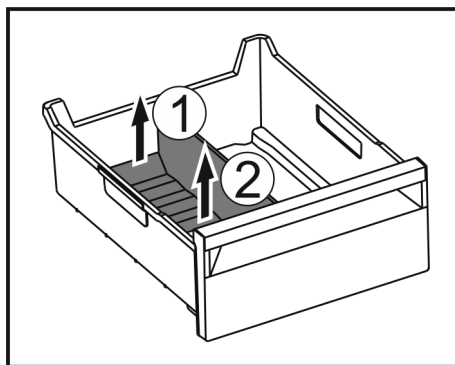

Fig. 78
- Zdvihnite zadnú časť oddelovača zásuvky na ľad. Fig. 78 (1)
- Odoberte oddelovač zásuvky na ľad nahor. Fig. 78 (2)